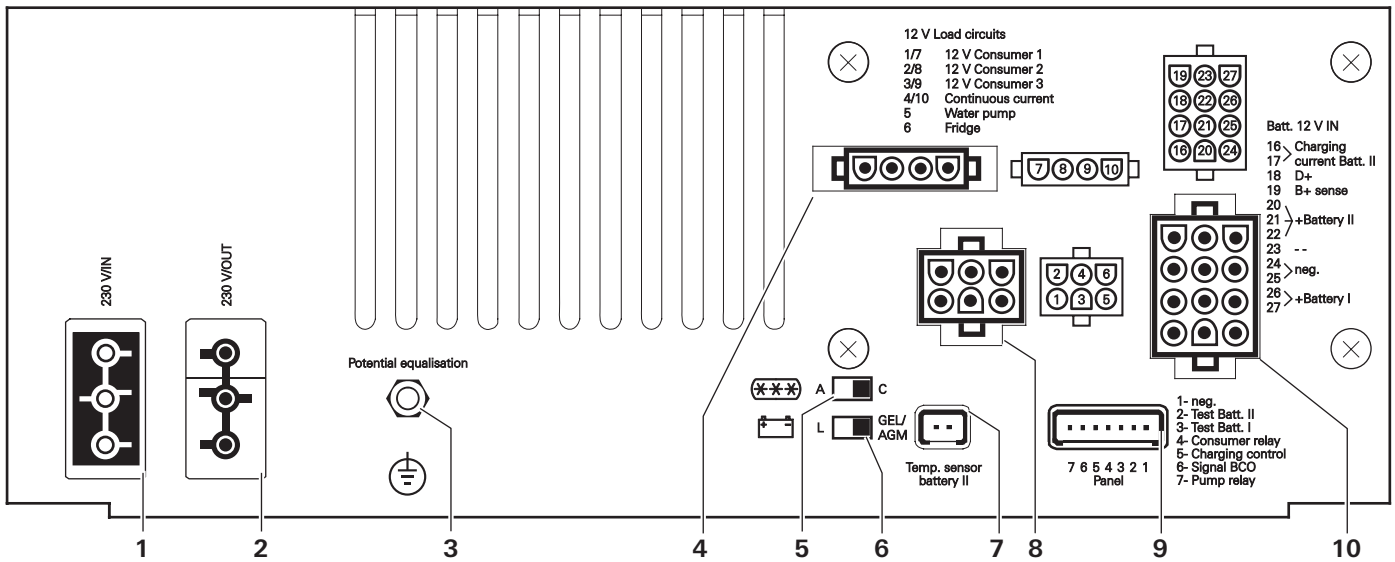

Fig. 4 : Face avant de l'appareil / Raccords
Les sorties à destination des consommateurs (fig. 4, pos. 4 et 8, contacts 1 à 3 et 7 à 9) ne fournissent la tension +12 V que lorsque le relais utilisateur a commuté. Le relais utilisateur ne commute que lorsque la tension de commande +12 V est appliquée sur le contact n° 4 du connecteur à 7 pôles. Les circuits consommateurs 1 / 7 et 2 / 8 sont protégés chacun par un fusible de 10 A et les circuits consommateurs 3 / 9 le sont par un fusible de 15 A.
La pompe à eau fraîche (contact 5) est alimentée via le relais de la pompe. Elle est protégée par un fusible de 5 A. La commande de ce circuit électrique est effectuée par votre panneau par l'intermédiaire du contact n°7 du connecteur à 7 pôles (fig. 4, pos. 9).
Sélecteur (fig. 4, pos. 5) en position A – mode absorbéur. Lorsque le moteur tourne, le réfrigérateur est alimenté par l'intermédiaire de l'alternateur du véhicule. Lorsque le moteur a été coupé, le relais réfrigérateur découple le réfrigérateur de la batterie d'alimentation. L'amorçage est effectué à travers du câble du D+ de l'alternateur. Ainsi, un fonctionnement du réfrigérateur avec une tension de 12 V n'est possible que pendant un déplacement. À l'arrêt, le réfrigérateur ne peut fonctionner qu'au gaz ou avec une tension du réseau. Toute décharge de la batterie d'alimentation est ainsi exclue. Ce circuit électrique (contact 6) est protégé par un fusible de 15 A.
Sélecteur (fig. 4, pos. 5) en position C – mode compresseur. Le réfrigérateur est alimenté au travers du plus permanent lorsque le commutateur principal est enclenché sur le tableau de commande.
Si l'alimentation électrique est exploitée avec un capteur de température (fig. 4, pos. 7) pour la batterie d'alimentation (batterie II), l'alimentation électrique règle automatiquement la tension de charge en fonction de la température de la batterie. Cela permet d'obtenir un chargement de la batterie particulièrement efficace et en douceur. Sans emploi d'un capteur de température, l'alimentation électrique règle le processus de chargement comme pour une température de batterie de 20 °C.
Avec ce commutateur (fig. 4, pos. 6), l'alimentation électrique est réglée pour le type de batterie utilisée, batterie AGM / à gel ou batterie à électrolytes liquides (L). Ceci agit sur la charge en phase de charge complémentaire. Voir également les paragraphes Processus de chargement et Caractéristiques techniques.